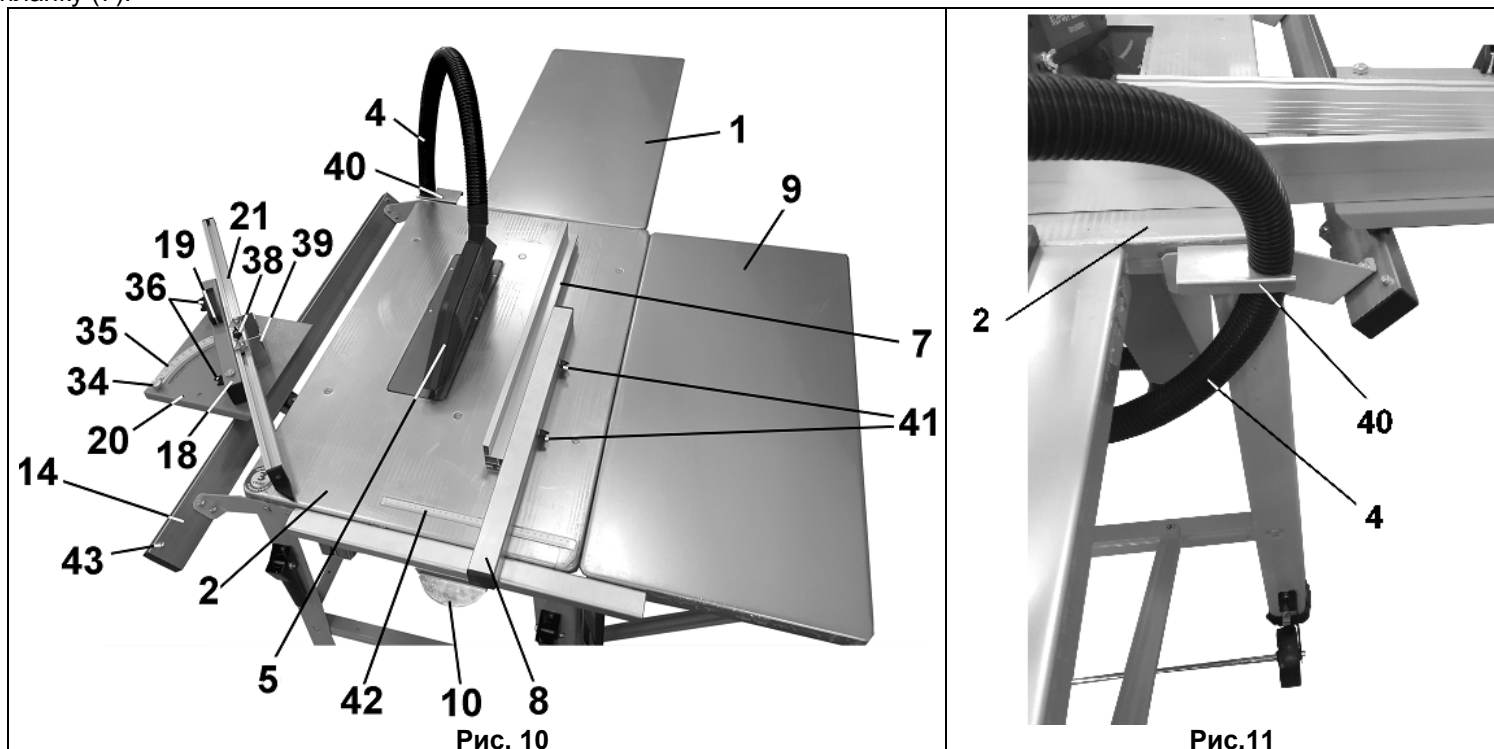

Рис. 10
8.1.13. На направляющей углового упора (14) демонтируйте ограничительный винт (43), установите подвижный стол для косого и поперечного пиления (20), установите ограничительный винт (43), Рис.10. При необходимости на подвижном столе для косого и поперечного пиления (20) отрегулируйте положение подшипников.
8.1.18. На отбортовке рабочего стола (2) со стороны шкалы (42) установите эксцентриковый фиксатор параллельного упора (10) с держателями (44), Рис.10.
8.1.21. Держатель шланга (40) установите и закрепите на боковой поверхности рабочего стола (2) в удобном месте так, чтобы во время работы шланг (4) не мешал работе с заготовкой, Рис.10,11.
9.1. Включение пилы, Рис. 10,12
9.2. Регулировка высоты пильного диска, Рис. 10,12
9.3. Регулировка наклона пильного диска, Рис. 10,12
9.4. Регулировка 90° , Рис. 10,12
10. ТИПЫ ОПЕРАЦИЙ, Рис. 10,12